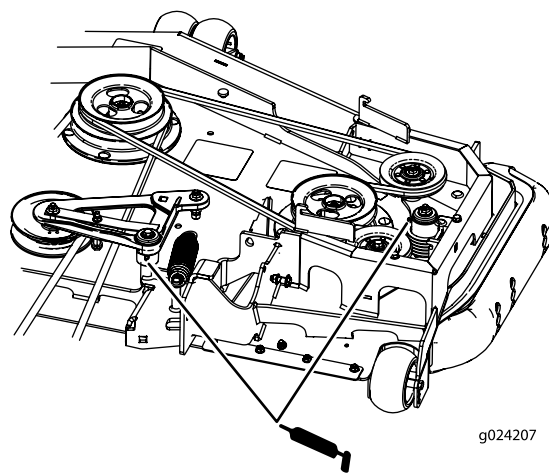

Figure 39
5. Graissez le bras de la poulie de tension de la courroie du tablier de coupe (Figure 39).